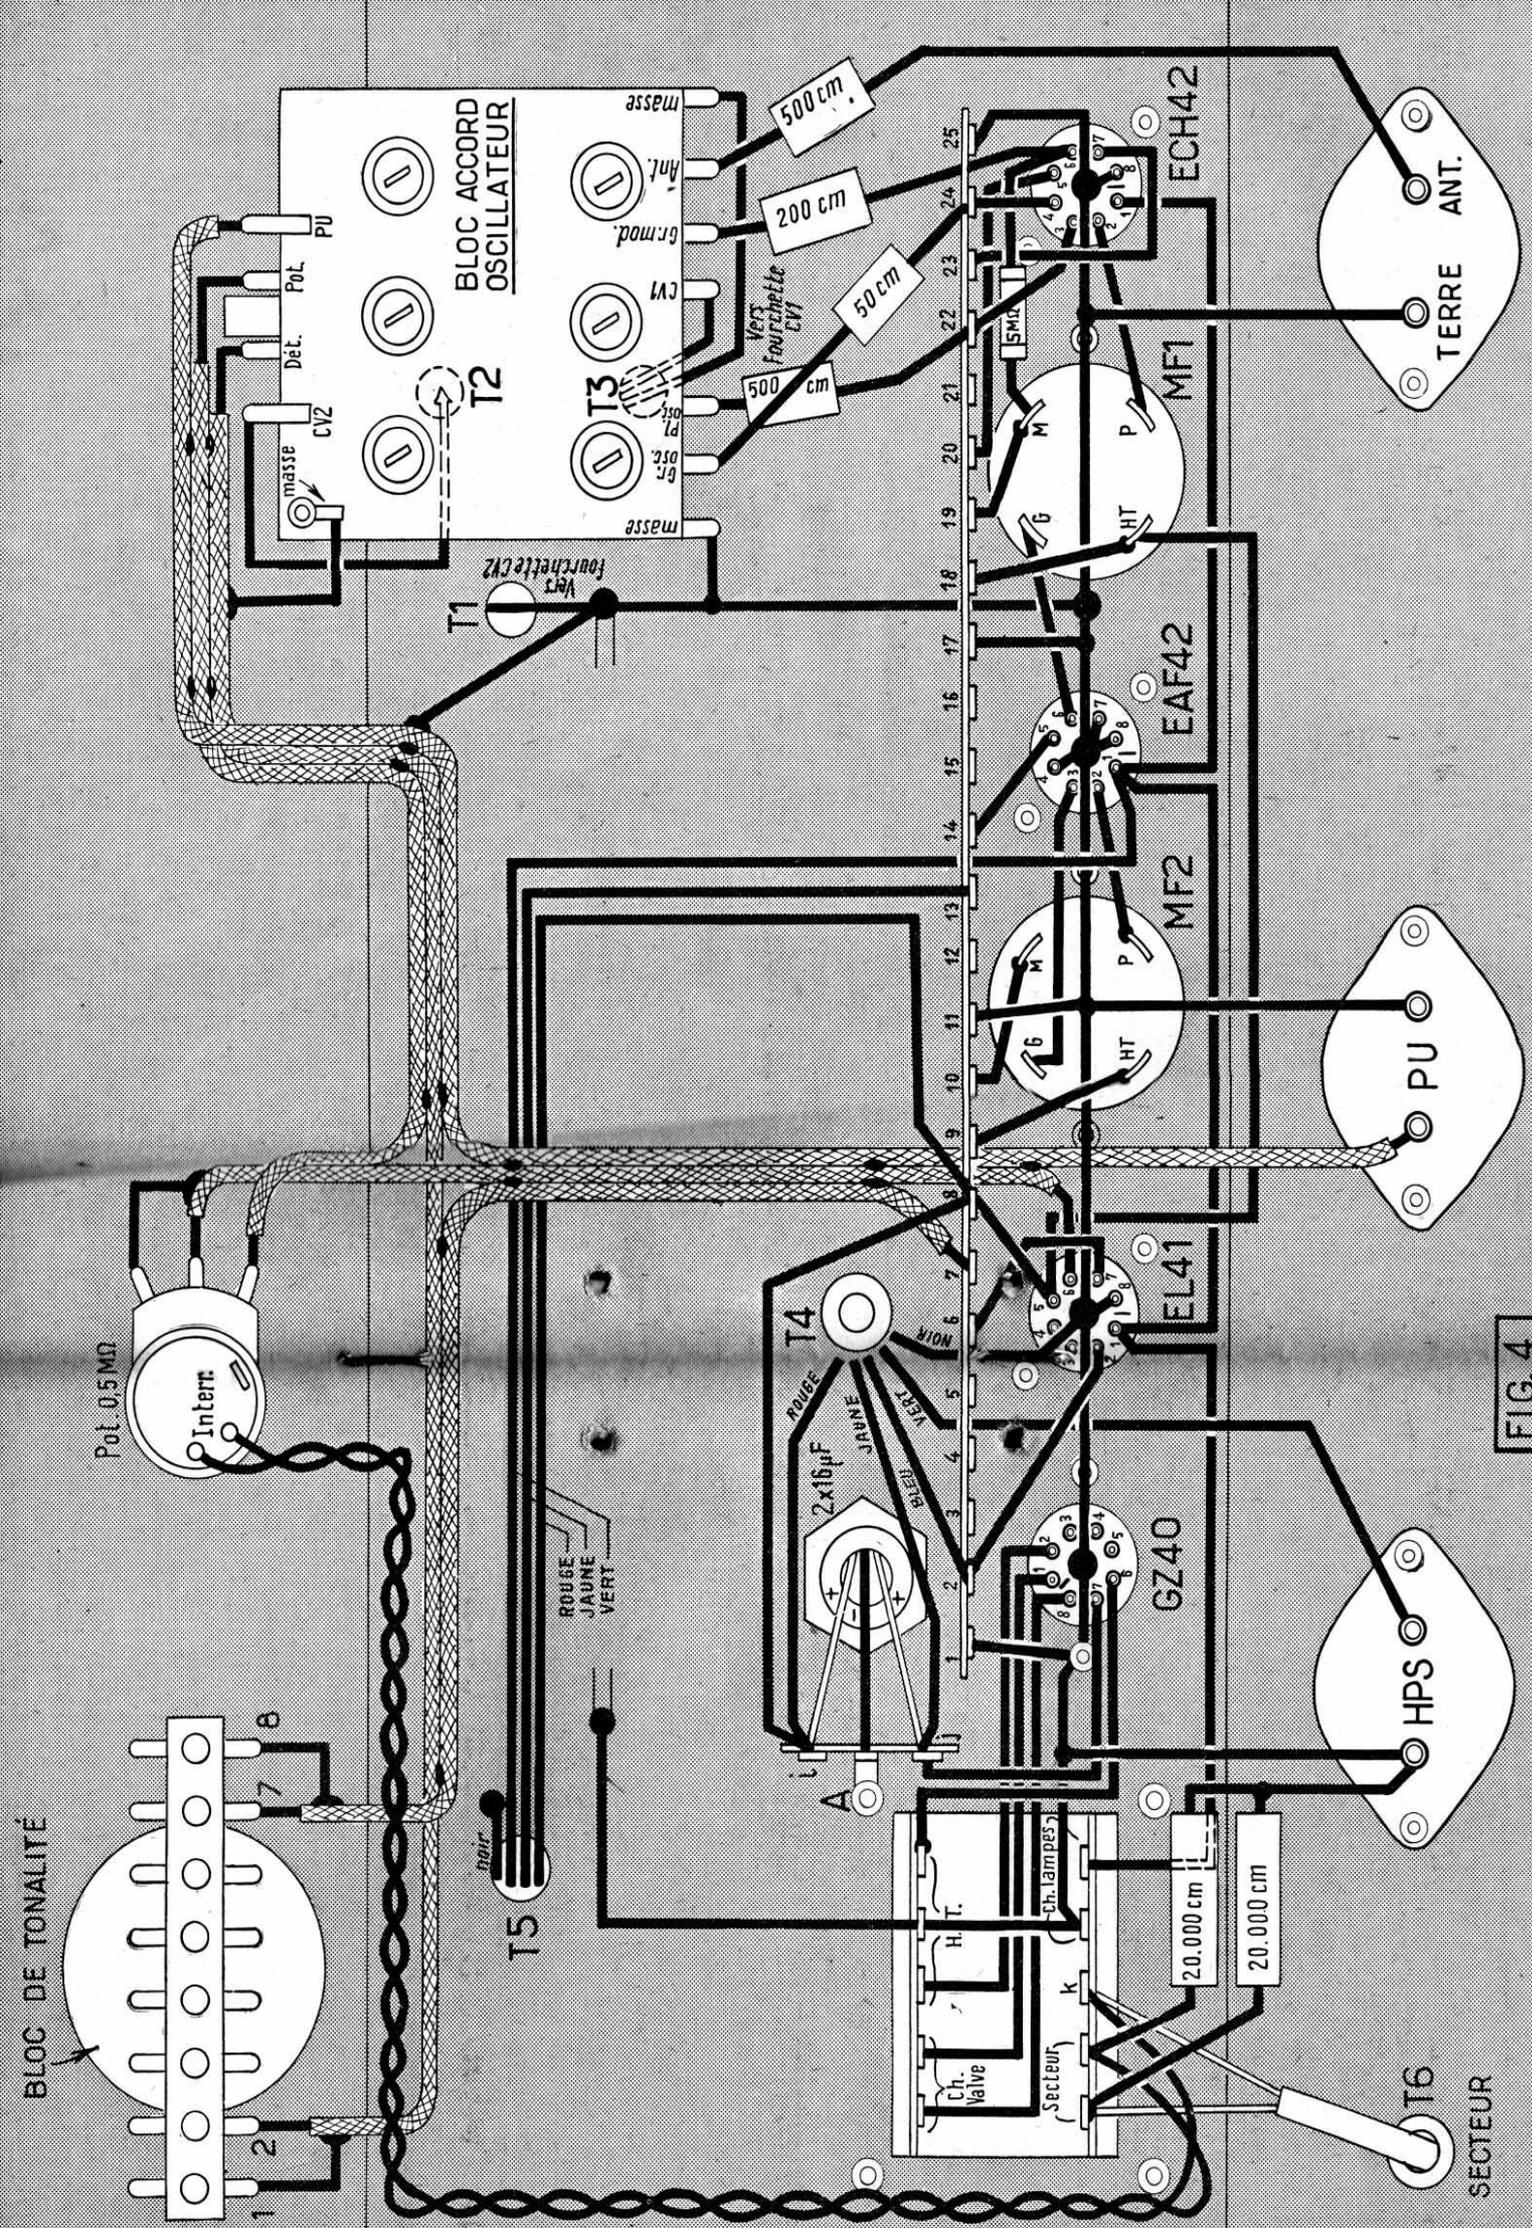

FIG. 4
peut être exécuté par n'importe quel amateur. Signalons que le bloc de contrôle de tonalité peut être acquis tout câblé et que la plupart des résistances et condensateurs sont montés sur une barrette qui peut aussi être livrée précâblée. Dans ce cas le câblage se réduit à la pose de quelques connexions qui sont figurées sur le plan de la figure 4 et devient presque un jeu d'enfant.
Sur le châssis qui sert de base au montage on commence par fixer les 4 supports de lampes Rimlock dans la position et avec l'orientation indiquées sur le plan de câblage de la figure 4. L'orientation a une très grande importance, car celle choisie permet les connexions les plus courtes et il faut toujours chercher à réduire le plus possible la longueur des fils dans un poste de radio afin d'éviter les couplages parasites qui risqueraient de créer des accrochages. D'autre part, supposez que vous adoptiez une autre orientation et que vous fassiez les connexions comme elles sont indiquées sur le plan de câblage; vous comprendrez que les circuits formés ne correspondraient plus aux électrodes voulues des lampes et le montage étant complètement erroné, le moindre mal serait un non-fonctionnement et le pire la détérioration des lampes.
Câblage de la barrette à résistances et condensateurs. — Cette barrette comporte 25 cosses isolées, que pour la facilité des explications nous avons numérotée sur la figure 3 qui montre la disposition des résistances et condensateur et sur le plan de câblage de la figure 4. Détaillons le câblage. Entre les cosses 1 et 6 on soude une résistance de 150Ω 1 W et un condensateur de $50 \mu\text{F}$. Le pôle (—) de cette capacité est en contact avec la cosse 1 et le pôle (+) avec la cosse 6. Entre les cosses 2 et 6, on soude un condensateur de 5.000 cm . Entre les cosses 7 et 9 on dispose un condensateur de 20.000 cm . Entre les cosses 8 et 9 on place une résistance de 50.000Ω $1/2$ W. Entre les cosses 9 et 11, on soude un condensateur au mica de 100 cm . Entre les cosses 10 et 11 on met un condensateur au mica de 150 cm et une résistance de 500.000Ω $1/2$ W. La cosse 10 est ensuite reliée à la cosse 13 par une résistance de 100.000Ω $1/2$ W. On relie la cosse 13 à la cosse 19 par une connexion en fil de câblage isolé. Entre les cosses 14 et 17 on soude un condensateur de 50.000 cm . La cosse 14 est aussi reliée à la cosse 18 par une résistance de 500.000Ω $1/2$ W. Entre les cosses 17 et 19 on met un condensateur au mica de 1.000 cm . Entre la cosse 17 et la cosse 23, on soude un condensateur de 50.000 cm . Entre les cosses 18 et 20 on dispose une résistance de 30.000Ω 1 W une résistance de même valeur est soudée entre les cosses 18 et 22. Entre les cosses 20 et 25, on soude une résistance de 30.000Ω 1 W et un condensateur de 50.000 cm . Entre les cosses 23 et 24, on place une résistance de 20.000Ω $1/2$ W et entre les cosses 23 et 25 une résistance 200Ω $1/2$ W.
- 1 châssis selon figure 4.